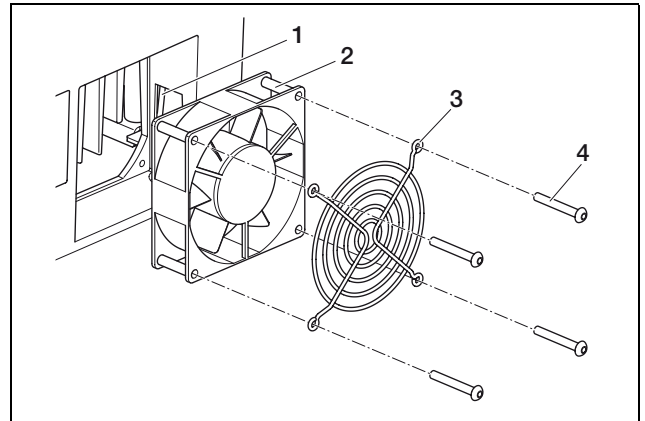

Abbildung 53: Lüfter ausbauen (PIKO 3.0/3.6/4.2/5.5)
- PIKO 3.0/3.6/4.2/5.5: Lösen Sie die Schrauben (4 in Abb. 53) und nehmen Sie das Lüftergitter und den Lüfter vorsichtig heraus.